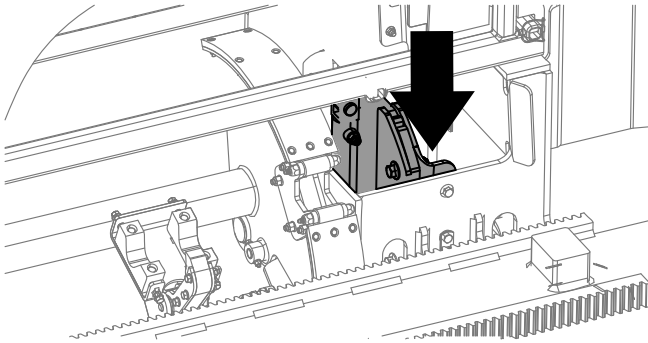

Bild 28
3. Halten Sie den unteren Teil des Kippschalters (Bild 27), bis die Nocke sich zur ausgewählten Reihe dreht und der Rohrlader das Rohr in die Öffnung absenkt (Bild 28).